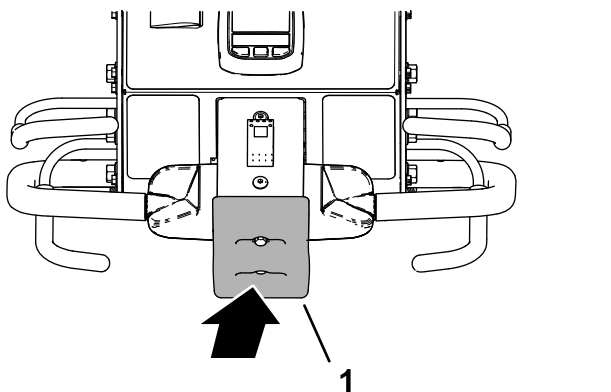

Figure 36
2. Tout en maintenant la barre de présence de l'utilisateur et la commande de déplacement, touchez le contacteur de butée (Figure 36).